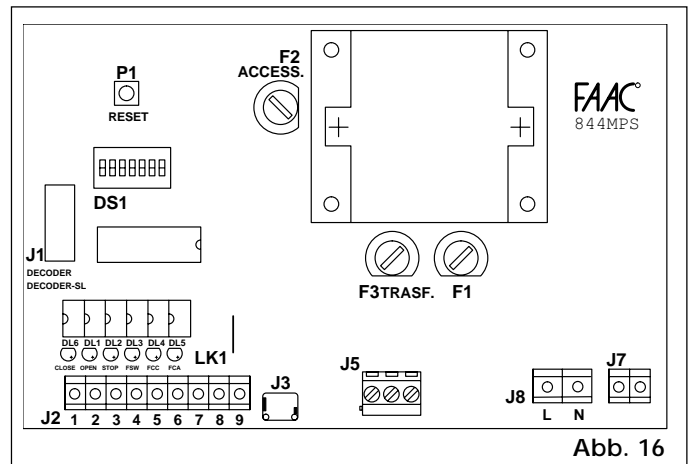

Abb. 16
- Sobald die FCC Led am elektronischen Steuergerät 844 MPST (Abb. 16) erlischt, das Blech um weitere 10mm vorsetzen und mit zwei Schweißpunkten auf der Zahnstange anheften.
Sobald die FCC Led am elektronischen Steuergerät 844 MPST (Abb. 16) erlischt, das Blech um weitere 10mm vorsetzen und mit zwei Schweißpunkten auf der Zahnstange anheften.
① **KS-Klemmenbrett J2** (Abb. 16): zum Anschluß des gesamten Zubehörs (s. Tabelle 4)
④ **Klemmenbrett J6 (Abb. 16)**
⑤ **Klemmenbrett J7 (Abb. 16)**